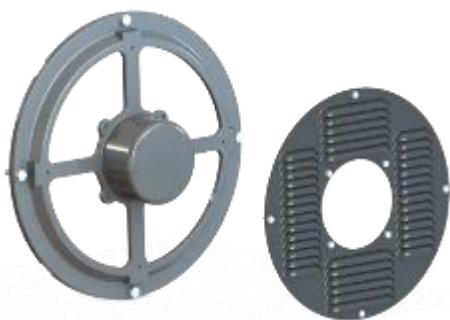

Figure 14.37 : Retrait du volet de couvercle
- 3) Retirer le volet du couvercle de l'excitatrice avec le PMG, en retirant les 08 vis M6 à tête hexagonale, conformément à la Figure 14.37.